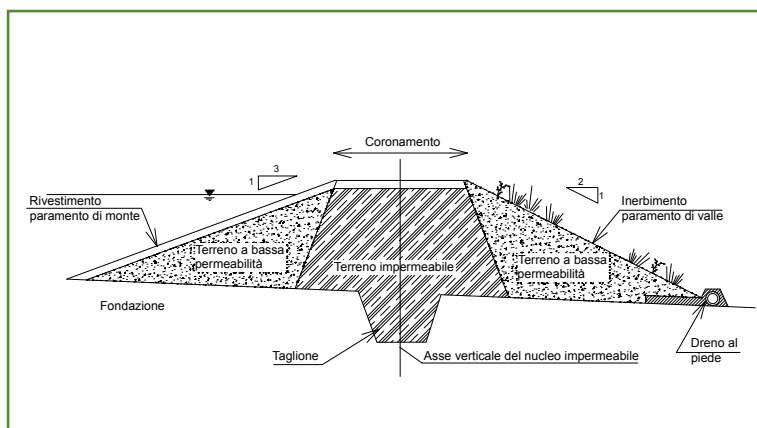

Fig. 2 - Sezione tipo di uno sbarramento in terra.
- **Il rilevato** costituisce l'elemento principale (Fig. 2).